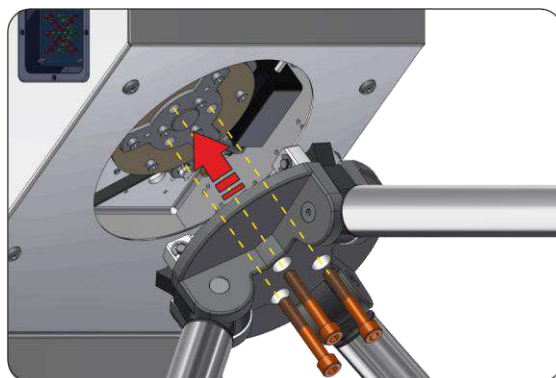

Рис. 15 – Встановлення ступиці з планками в корпус турнікету-триподу
а) Вручну розкласти планки(2) ступиці (1) (див.Рис.15).